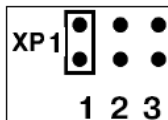

Рисунок 4.13
4.2.4 При необходимости изменения времени задержки срабатывания защиты по напряжению  $T_{\text{выкл } U}$  установите на коммутаторе ХР1 переемычку в положение «1» (см. рисунок 4.13).